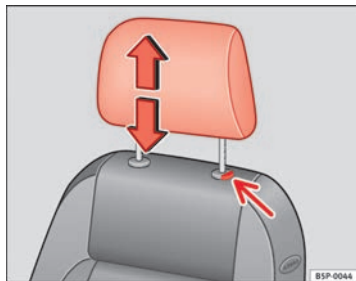

Fig. 71 Poggiatesta: regolazione dell'altezza oppure smontaggio
- Premere il tasto ⇒ **fig. 71** (freccia).